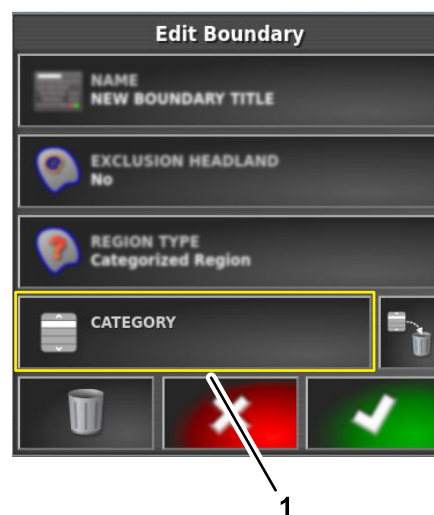

Figura 65
3. Nella finestra di dialogo Modifica confini, premete l'icona CATEGORIA per visualizzare un elenco di tipi di categorie (Figura 65).